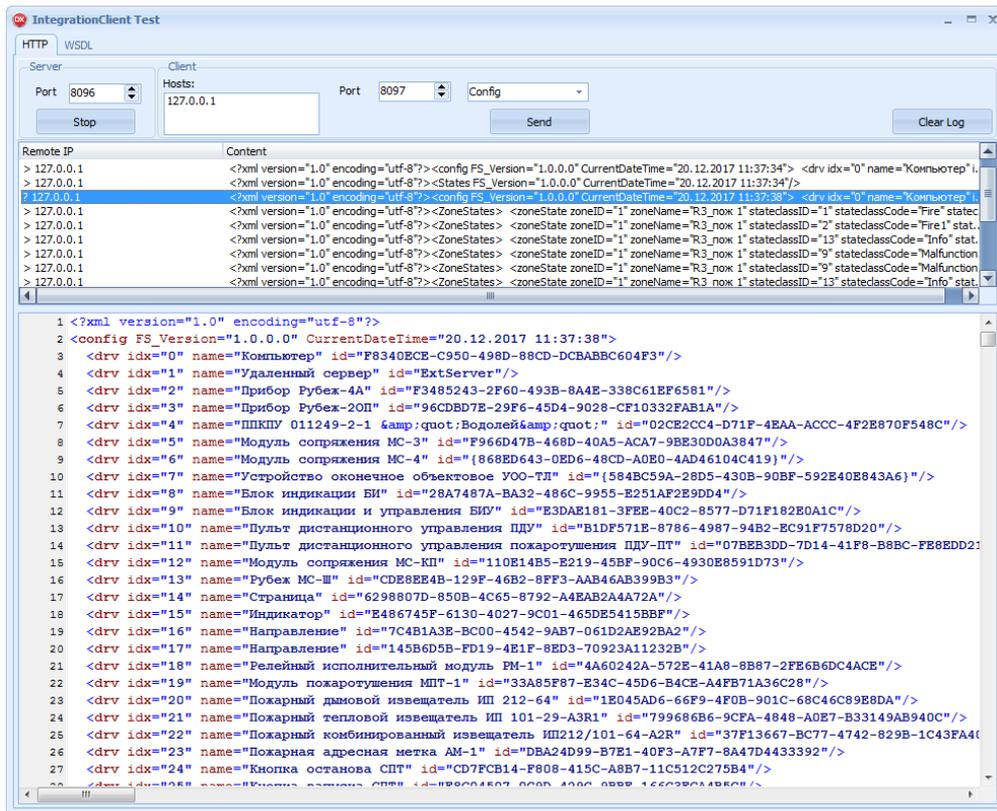

Рисунок 28.6 Окно «IntegrationClient Test», отображена информация из Integration Client
- 11) Если все сделано верно, то в окне «IntegrationClient_Test» отобразится информация из Integration Client следующего вида (Рисунок 28.6):